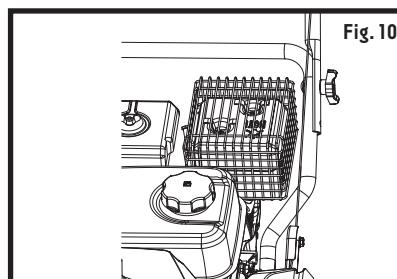

Fig. 10
1. Nettoyez la surface autour du bouchon du réservoir de carburant avant d'enlever le bouchon. Retirez l'étiquette d'avertissement et vérifiez le niveau de carburant (voir fig. 10).
5. Serrez le bouchon du réservoir de carburant après le remplissage : serrez à la main seulement (voir fig. 10).